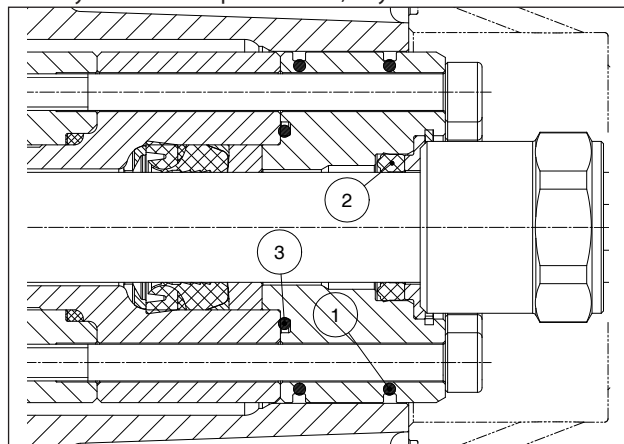
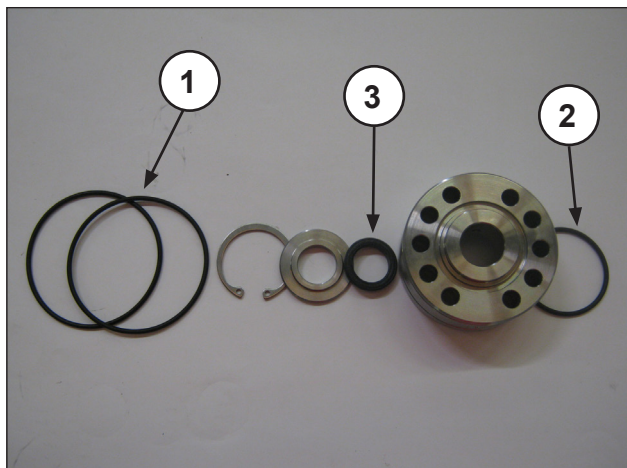

Fig. 141
Fig. 142
Montar el grupo de soporte de las juntas (Fig. 141 y Fig. 142) sustituyendo los componentes ①, ② y ③.